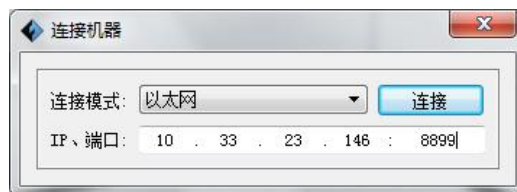

图 6-39
- 点击菜单栏中的[打印]-[连接]，在弹出的连接机器对话框中，（图 6-39）选择以太网作为连接模式，并在 IP 端口栏输入打印机界面显示的 IP 地址，再点击**连接**按钮。